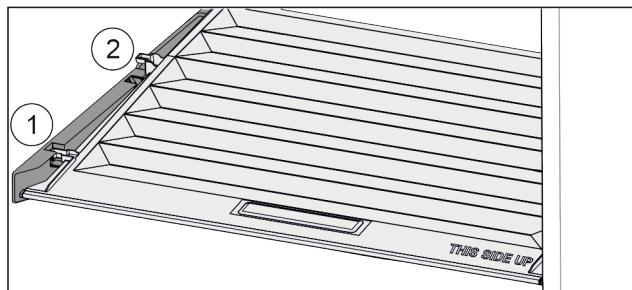

Fig. 73
- ▶ Veko potiahnite dopredu až k otvoru v prídržných dieloch Fig. 73 (1).
- ▶ Vzadu ho nadvihnite zospodu a zložte smerom nahor Fig. 73 (2).